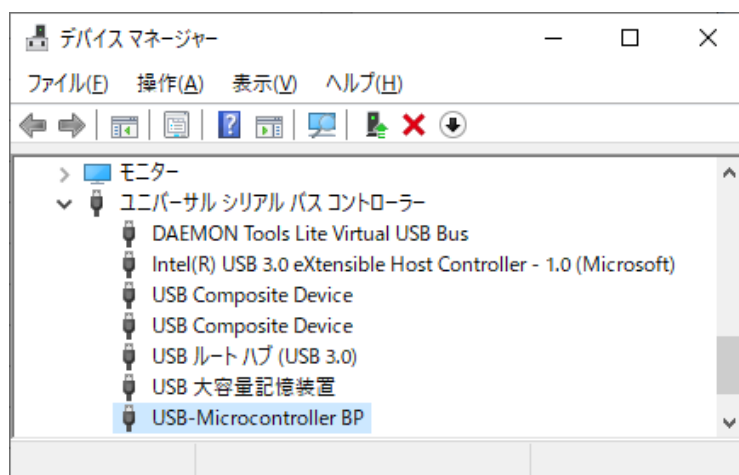

図 17 Windows 10 のドライバインストール確認
- ⑤ デバイスを USB ケーブルでパソコンに接続します。図 17 のように「デバイスマネージャ」の画面に [USB-Microcontroller BP] (または、[USB-Microcontroller SP]) と表示されれば、ドライバは正しくインストールされています。